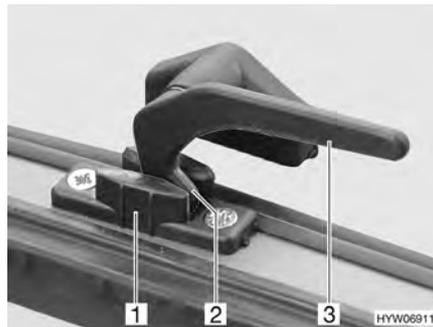

Fig. 65 Leva di serraggio in posizione "Aerazione continua"
- In posizione di "Aerazione continua" (Fig. 65)
- Ruotare la leva di serraggio (Fig. 65,3) di un quarto di giro verso il centro della finestra.
- Girare nuovamente all'indietro la leva di serraggio. Riportare contemporaneamente il nasello di chiusura (Fig. 65,2) nella rientranza della chiusura della finestra (Fig. 65,1).